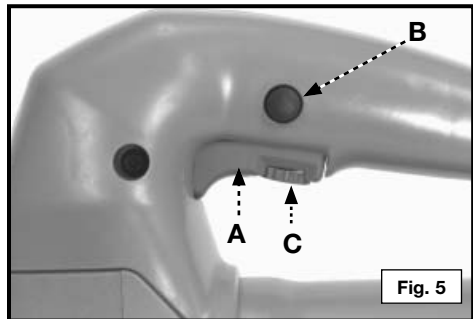

Fig. 5
- Apriete el gatillo interruptor (A) Fig. 5 para poner en marcha el motor. Suelte el gatillo interruptor para parar el motor.
- Botón de fijación – Un botón de fijación (B) Fig. 5 se provee para mantener la sierra en **"MARCHA"** sin tener que apretar el gatillo interruptor. Para fijar el gatillo en esta posición, apriete el gatillo hasta su límite y enganche el gatillo (empuje) el botón y suelte el gatillo.
Esta sierra está equipada con un control de velocidad variable ajustable y el intervalo de velocidad es de 500 a 3100 CPM. La velocidad se ajusta girando el botón de control (C) Fig. 5. El control de velocidad puede ajustarse con el motor en marcha o parado.